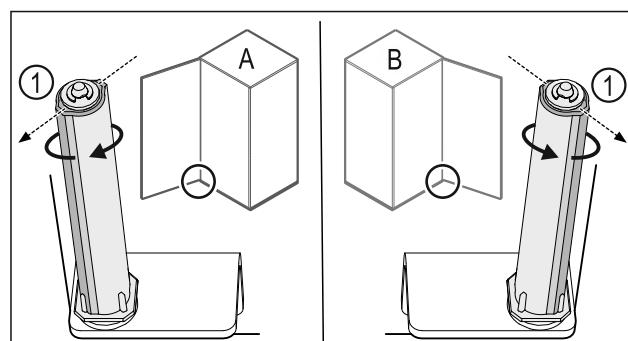

Fig. 41 Kreisais atbalsts (A) / labais atbalsts (B)
- Grieziet slēgšanas sistēmu pret pretestību, līdz slēgšanas sistēmas balstiņš Fig. 41 (1) ir vērstīs uz augšu.